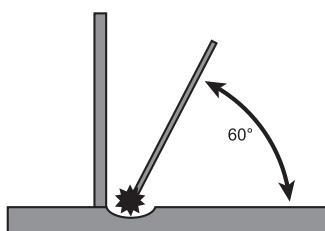

Рис. 14 Сварка тонкого металла с более толстым
**Совет первый.** При сварке тонкого металла с более толстым (см. Рис. 14) необходимо, чтобы угол наклона между толстым металлом и электродом или сварочной горелкой составлял около 60°.